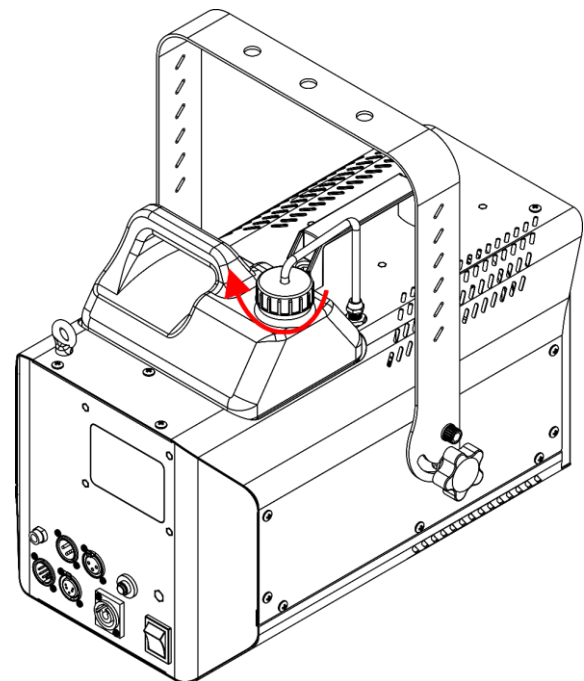

Fig. 13
08) Vuelva a enroscar la tapa del depósito de líquido, como se muestra en la Fig. 13.